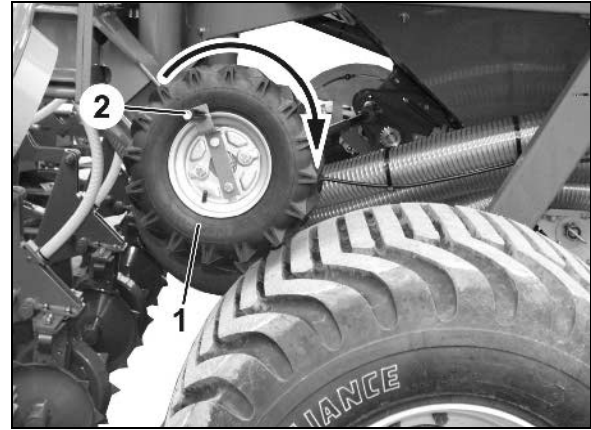

Рис. 89
5. Ведущее колесо (Рис. 89), как при установке сеялки на норму высева/внесения при помощи рукоятки поворачивайте по направлению стрелки столько, пока дозирующие катушки и дозатор не разгрузятся полностью.